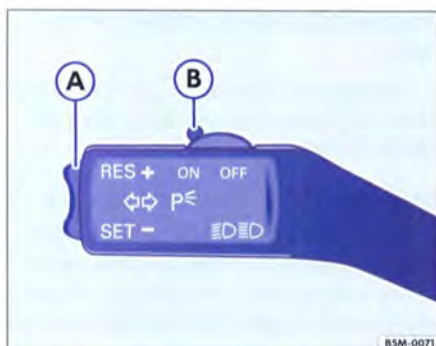

Fig. 105 Levier des clignotants et de l'inverseur-codes : commandes du régulateur de vitesse
- Amenez la commande ⇒ fig. 105 vers OFF juste avant qu'elle ne s'encliquette.
En cas de désactivation temporaire du régulateur de vitesse, la vitesse mémorisée à ce moment-là reste en mémoire. Pour le réactiver, appuyez une fois sur le haut (RES) de la commande à bascule ⇒ fig. 105 (A).